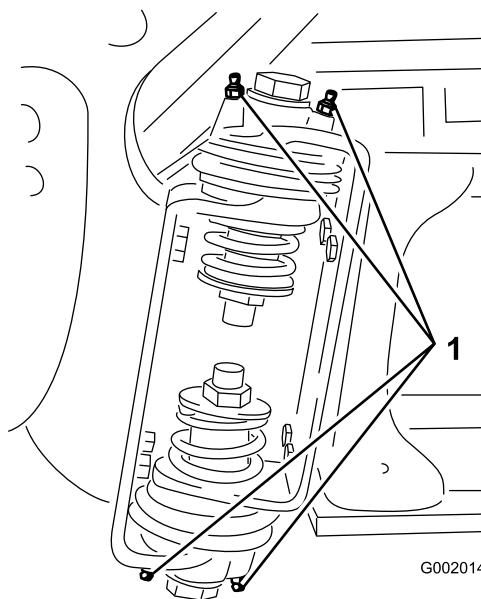

图 64
2. 将润滑脂通过黄油嘴打入到各个轴承或轴套中 (图 64).